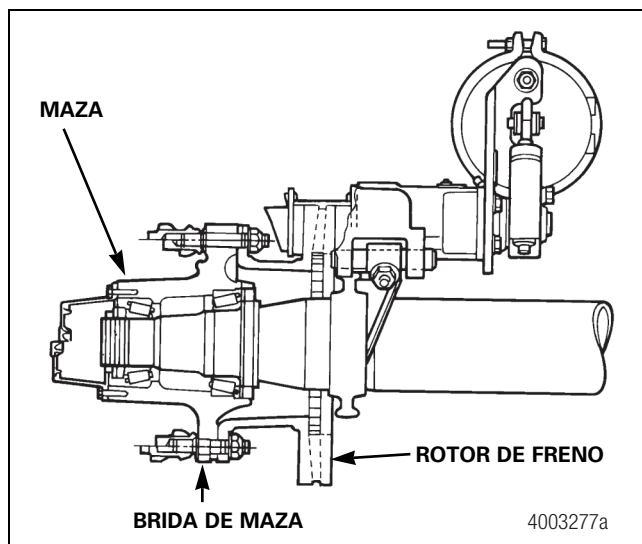

Figura 9.15
- Los rotores de freno se instalan siempre hacia el interior de la maza. Por lo tanto, se debe retirar la maza antes de retirar el rotor de freno, con el involucramiento de los cojinetes, los sellos y el lubricante. Figura 9.15. Sin embargo, tenga en cuenta que el diseño del freno de disco de aire Dura-Master® de Meritor permite cambiar las balatas de freno sin retirar la maza. Para mayor información, consulte el Manual de Mantenimiento 4M-SP, Frenos de Discos de Aire. Para obtener esta publicación, consulte la página de Notas de servicio en la tapa interior de la portada de este manual.